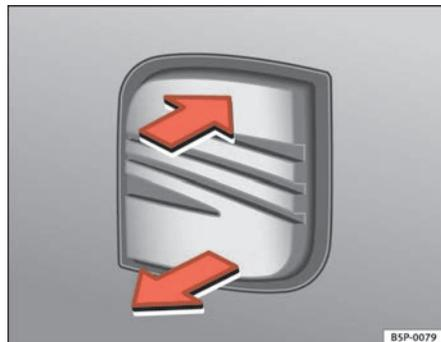

Fig. 44 Portellone posteriore: apertura dall'esterno
- Tirare la maniglia e sollevare il cofano ⇒ fig. 44. Il cofano si apre automaticamente.